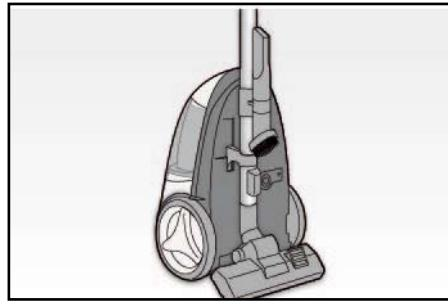

Fig. 5
**ATTENZIONE:** Durante il riavvolgimento, direzionare il cavo con una mano in modo da evitare di ferirsi. Riporre l'apparecchio, in posizione verticale, inserendo il porta accessori (Q) sul tubo telescopico (O) ed agganciandovi l'aspiratore fessure (V) e l'aspiratore piccolo con spazzolino (Z); agganciare quindi il tubo (O), con inserita la spazzola pavimenti (S), nell'apposito alloggiamento posto sul fondo dell'apparecchio (Fig. 5).